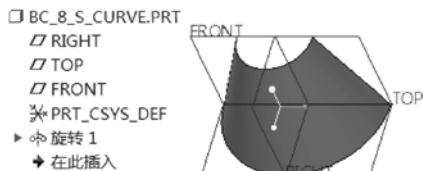
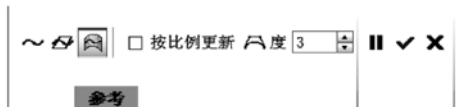

图 8-9 原始的旋转曲面
图 8-10 设置曲线类型等
① 在“快速访问”工具栏中单击“打开”按钮,弹出“文件打开”对话框,选择配套范例文件“bc_8_s_curve.prt”,然后单击“文件打开”对话框中的“打开”按钮。打开的文件中存在着如图 8-9 所示的一个旋转曲面。
② 在功能区的“模型”选项卡的“曲面”面板中单击“造型”按钮,进入“样式”设计环境。此时,默认的活动平面为“TOP(基准平面)”。
③ 在功能区出现的“样式”选项卡中单击“曲线”面板中的“曲线”按钮。
④ 在打开的“造型:曲线”选项卡中单击“COS”按钮。确保没有选中“控制点”按钮,默认的曲线“度”数值为“3”,如图 8-10 所示。